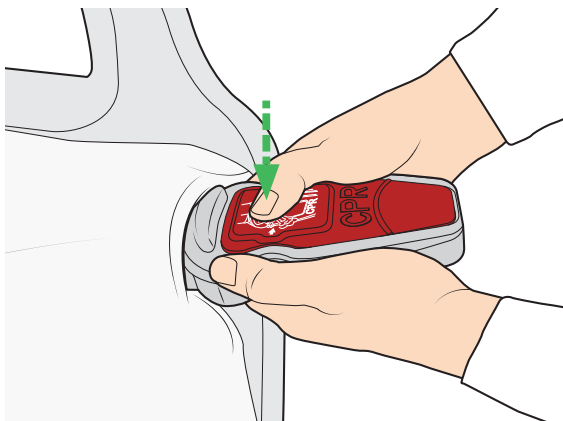

Figura 33
9. Asegúrese de que la unidad de desinflado rápido para RCP esté en posición cerrada (véase la figura 33). La unidad de desinflado rápido para RCP debe estar accesible en todo momento.